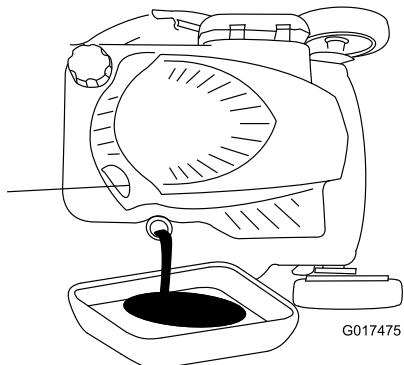

Figura 37
3. Coloque la máquina de lado con la varilla de aceite hacia abajo para drenar el aceite usado a través del tubo de llenado de aceite (Figura 37).